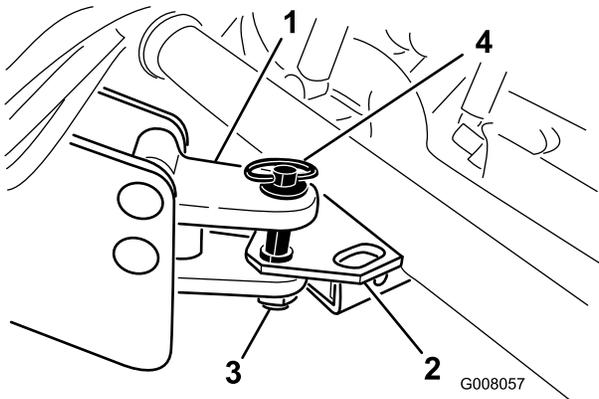

図 18
2. プロセッサのヒッチ・トングの高さをワーカーマンの牽引ヒッチと同じ高さに調整する (図 18)。コア・プロセッサのフレームが後ローラに載った状態で、フレームが地表面に対して水平になっていることが必要である。
3. ヒッチ・ピンとリンチ・ピンを使って、プロセッサのヒッチをワーカーマンのヒッチに接続する (図 18)。